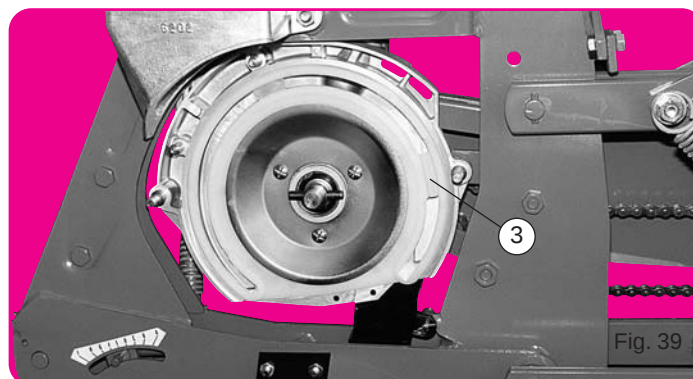

Fig. 39
Cet équipement est utilisable en 18 trous pour semis de maïs ou pour semis en poquets de coton-haricots... Avec la roue à ailettes, il faut supprimer la cale éjecteur du couvercle (voir pages 10-11), mettre en place un bouchon ③ (fig. 39) et employer une plaque de sélection spéciale mince.
For larger size seeds such as peanuts or kidney beans, a special ejector block and a better adapted seed selector are supplied with the seed disc on request. This metering box will also handle seed discs fitted on a traditional finger wheel (fig. 39). This equipment can be used with an 18 hole disc for corn planting or hill dropping of cotton or beans. With the finger wheel, it is necessary to remove the ejector block from the cover (see pages 10-11), insert plug ③ and use a special seed scraper.